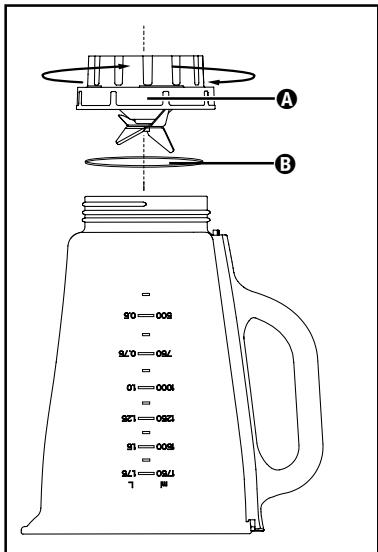

Abb. 3
2) Stellen Sie das Gerät auf den Kopf und drehen Sie den Aufsatz **A** mit den Schneidmessern **4** gegen den Uhrzeigersinn, so dass er sich vom Behälter des Mixaufsatzes **3** lösen lässt (siehe Abb. 3).